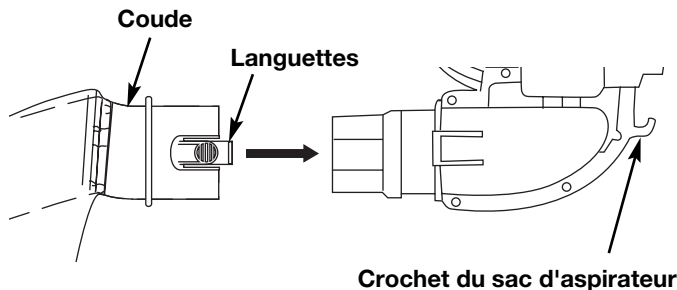

Fig. 5
7. Enfoncez le tube du sac d'aspirateur sur la sortie de souffleuse et poussez jusqu'à ce que les deux languettes émettent un déclic (Fig. 5).
- Retirez le sac d'aspirateur en appuyant sur les deux languettes du coude du sac en même temps et en tirant l'aspirateur (Fig. 5).
3. Retirez le bouchon / la jauge d'huile du carter-moteur (Fig. 5).